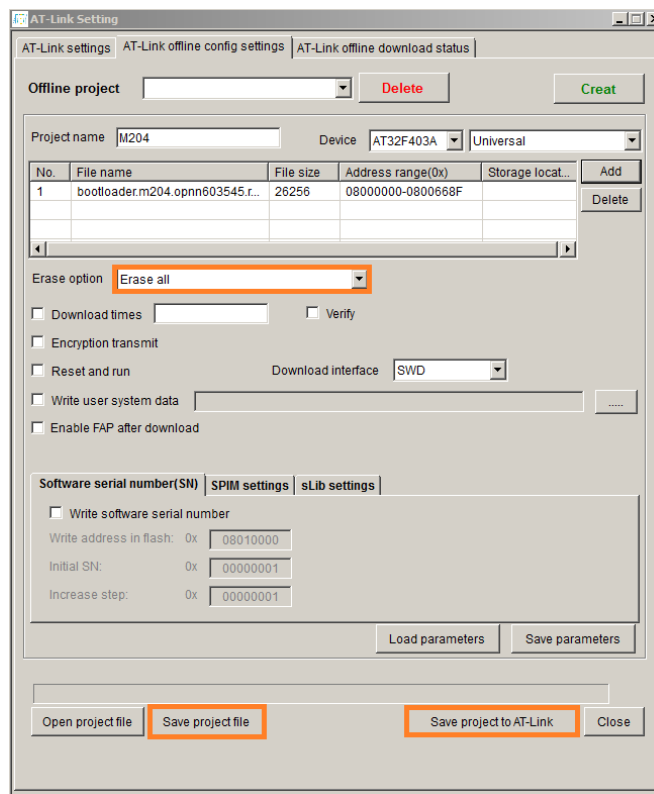

Рисунок 5.8 – Создание проекта
5.4.1.1 Выбрать пункт **Erase all** в выпадающем списке в поле **Erase option** (рисунок 5.8).